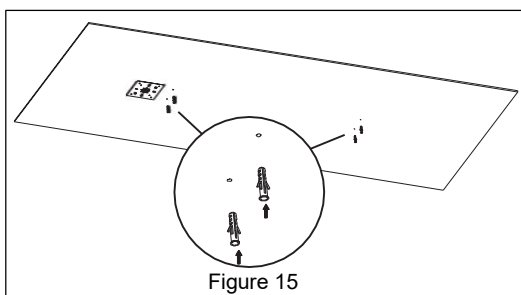

Figure 15
4. Percez des trous aux endroits marqués et insérez les dispositifs d'ancrages fournis. **Reportez-vous à la Figure 15.**